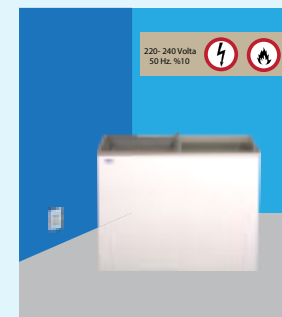

IMAGEN 2
- Su producto se ha establecido sobre la base de 220 a 240 voltios, 50 Hz de alimentación de red. El uso de diferentes tensiones de su producto puede dañarlo y causar un incendio. (Imagen 2)